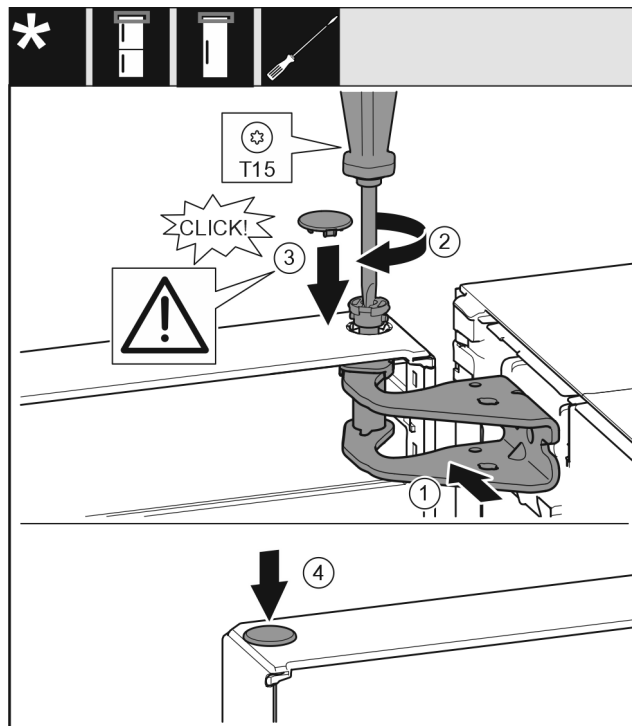

Fig. 17
- ▶ Выровняйте дверь вверху по отверстию в опорном кронштейне. Fig. 17 (1)
- ▶ Вставьте палец и затяните отверткой T15. Fig. 17 (2)
- ▶ Установите предохранительную крышку для защиты двери: Вставьте предохранительную крышку и проверьте, прилегает ли она к двери. В ином случае вставьте палец полностью. Fig. 17 (3)
- ▶ Вставьте заглушку. Fig. 17 (4)